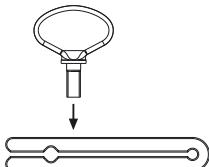

Fig. 16
- Montar el extractor, ver Fig. 16.